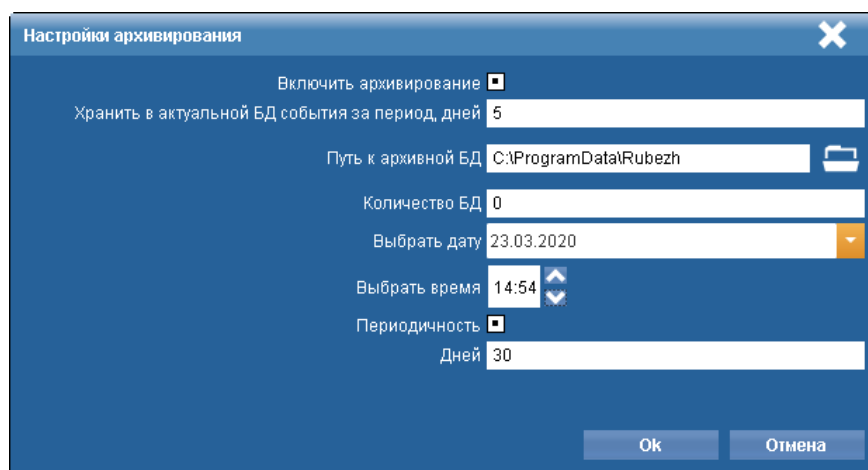

Рисунок 2.7 – Окно Настройки архивирования
2. В открывшемся окне **Настройки архивирования** ввести следующие данные (рисунок 2.7):